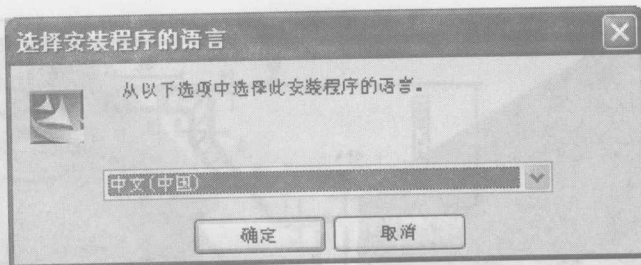

图 1-9 安装程序语言选择
(2) 选择安装语言的种类，单击“确定”按钮，如图 1-9 所示。